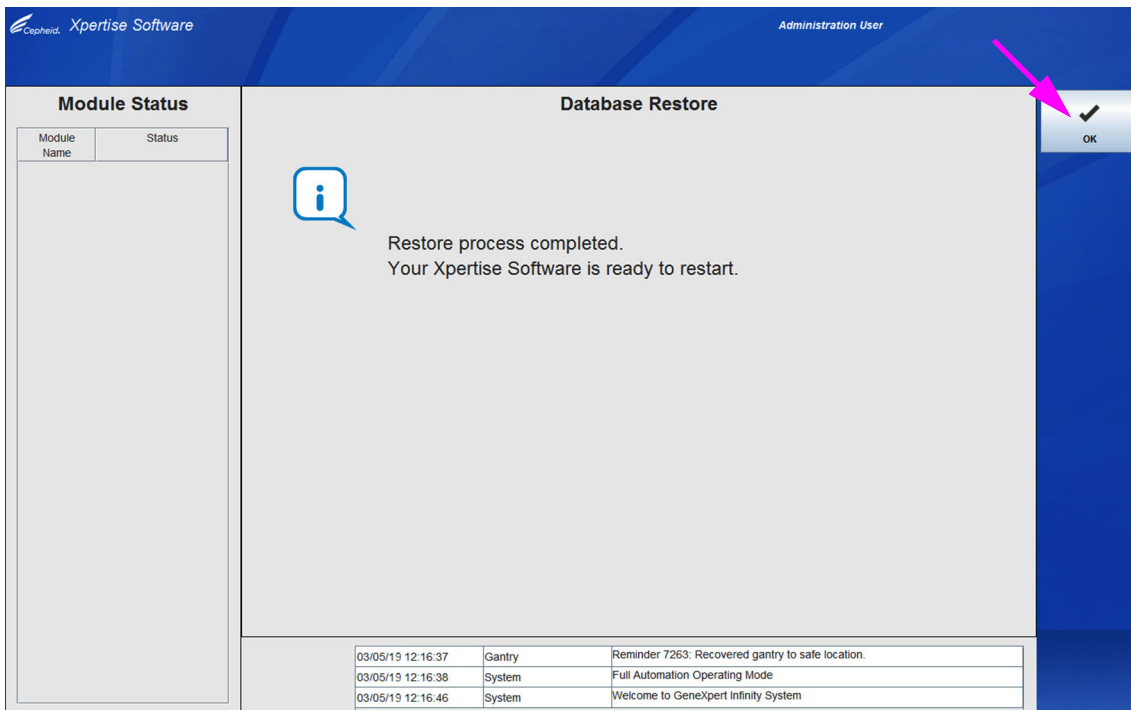

Figura 5-155. Confirmação da área de trabalho Database Restore (Restaurar base de dados)
8. Uma área de trabalho Database Restore (Restaurar base de dados) a mostrar uma barra de progresso, indica o progresso do processo de restauro da base de dados. Dependendo da quantidade de dados presentes na base de dados, o processo de restauro pode demorar algum tempo. Quando o processo de restauro terminar, é apresentada uma mensagem de conclusão do processo. Ver Figura 5-155.
9. Após a conclusão do restauro da base de dados, seleccione o botão **OK** para fechar a aplicação do software Xpertise. Ver Figura 5-155.